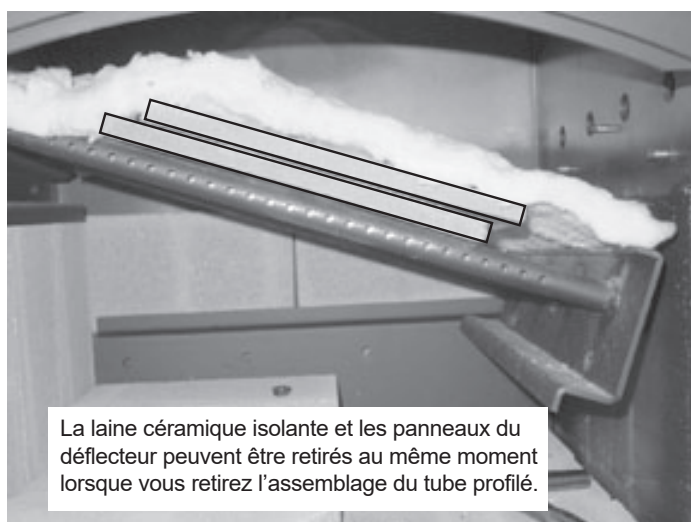

Figure 23.2
2. La plaque-déflecteur est en deux parties. Quand le manteau en céramique est en place, glissez une des parties du déflecteur par-dessus l'autre et sortez-la par l'ouverture de la porte, puis enlevez l'autre partie (**Figure 23.2**).